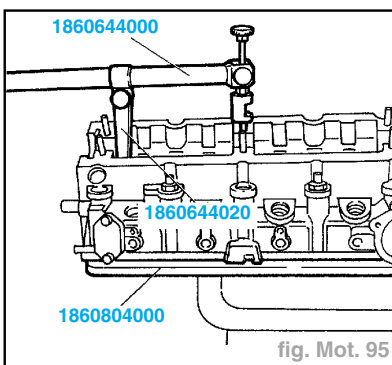

fig. Mot. 95
- Engager l'outil **1860804000** sous la culasse pour bloquer les soupapes (fig. Mot. 95).
- Désaccoupler les demi-cônes en utilisant les outils **1860644000** et **1860644020** (fig. Mot. 95).
- Monter l'outil **1860804000** de blocage des soupapes, ensuite monter les demi-cônes en utilisant les outils **1860644000** et **1860644020** (fig. Mot. 95).